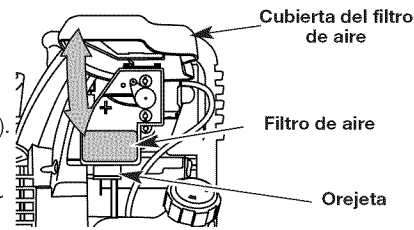

Fig. 24
1. Abra la tapa del filtro de aire. Empuje hacia adentro la lengüeta que está en lado inferior de la tapa. Después hale hacia afuera y arriba la tapa del filtro de aire. (Fig. 24).
2. Retire el filtro de aire (Fig. 24).
7. Instale de nuevo la tapa del filtro de aire. Haga coincidir las ranuras que hay en la parte superior de la tapa del filtro de aire con las lengüetas de la parte superior de la placa posterior (Fig. 24).
8. Gire la tapa hacia abajo hasta que la lengüeta de la placa posterior del filtro de aire se enganche en la ranura de la tapa del filtro de aire (Fig. 24).